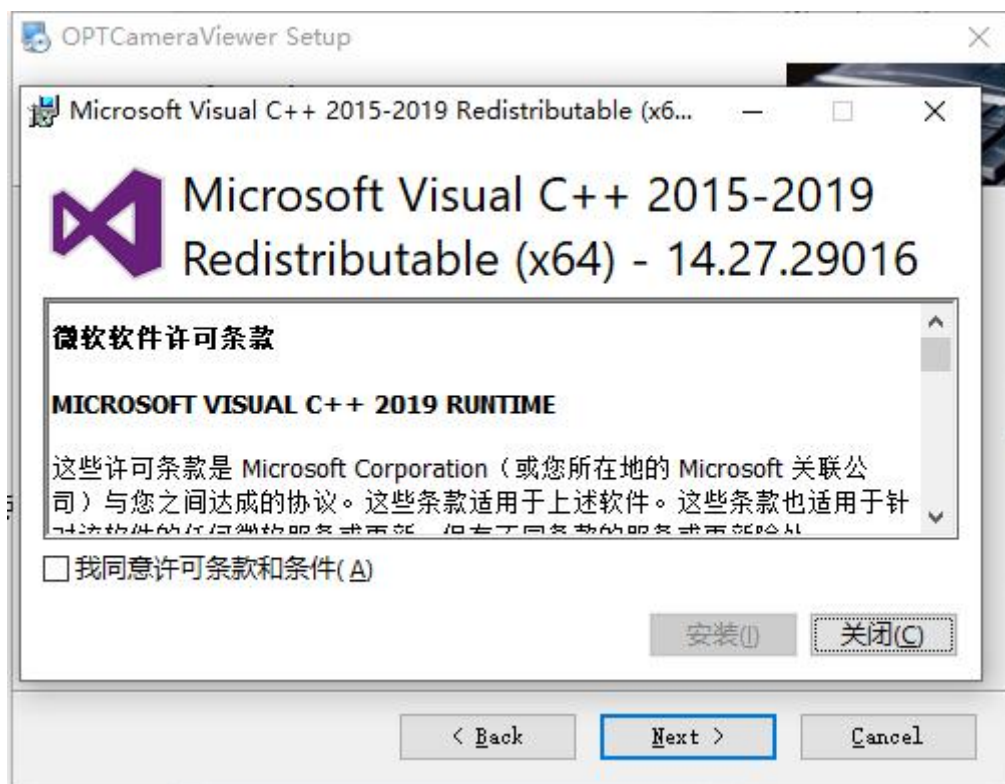

图 3-5 依赖软件安装窗口
6. 进入依赖软件安装窗口如图 3-5 所示，进行安装，点击下一步继续安装流程。